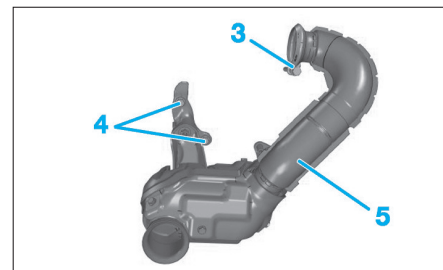

Fig. 44
- le collier (3) (Fig.44),
- les vis (4),
- le catalyseur (5),